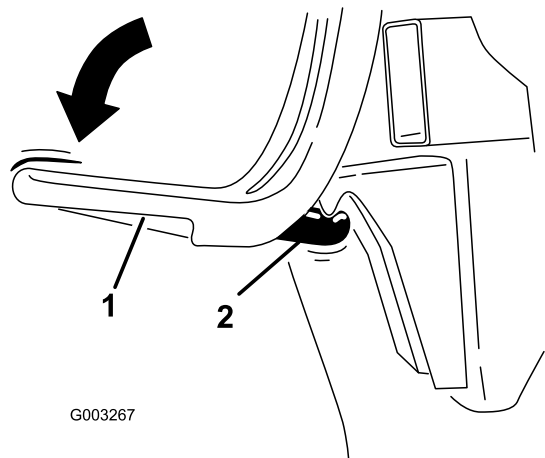

Figure 13
8. Placez le verrou du système de ramassage sous le crochet de verrouillage (Figure 13).
9. Appuyez sur le verrou du système de ramassage jusqu'à ce qu'il soit enclenché (Figure 13).